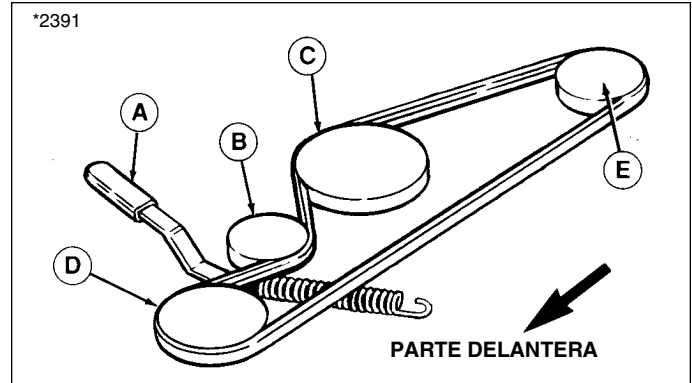

Figura 31. Patrón de la correa - Cortacésped de 76 cm (30 pulg.)
Consulte la Figura 31.
3. Retire los tres tornillos de cabeza (D, Figura 31) que fijan la cubierta del husillo izquierdo.